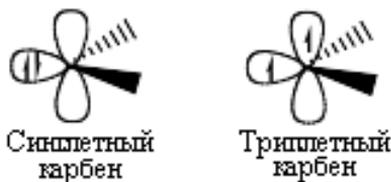

Рис. 1.13. Два состояния карбенов
**КАРБЕНЫ** – химические высокореакционноспособные соединения, содержащие два неспаренных электрона на одном атоме углерода. Это нестабильные, но известны и стабильные соединения с шестью валентными электронами и общей формулой  $R^1R^2C:$  (два заместителя и электронная пара). Существует два состояния карбенов: синглетное и триплетное (рис. 1.13). Большинство карбенов существуют очень короткое время, но известны и стабильные карбены. Названия карбенов являются производными от названия соответствующего валентно-насыщенного соединения с заменой окончаний «-ан», «-ен», «-ин» на «-илиден», «-енилиден», «-инилиден» соответственно. Применяется также заместительная номенклатура, например, дифенилкарбен, а для частицы  $CH_2$  – при разложении диазометана, сохранили название «метилен».